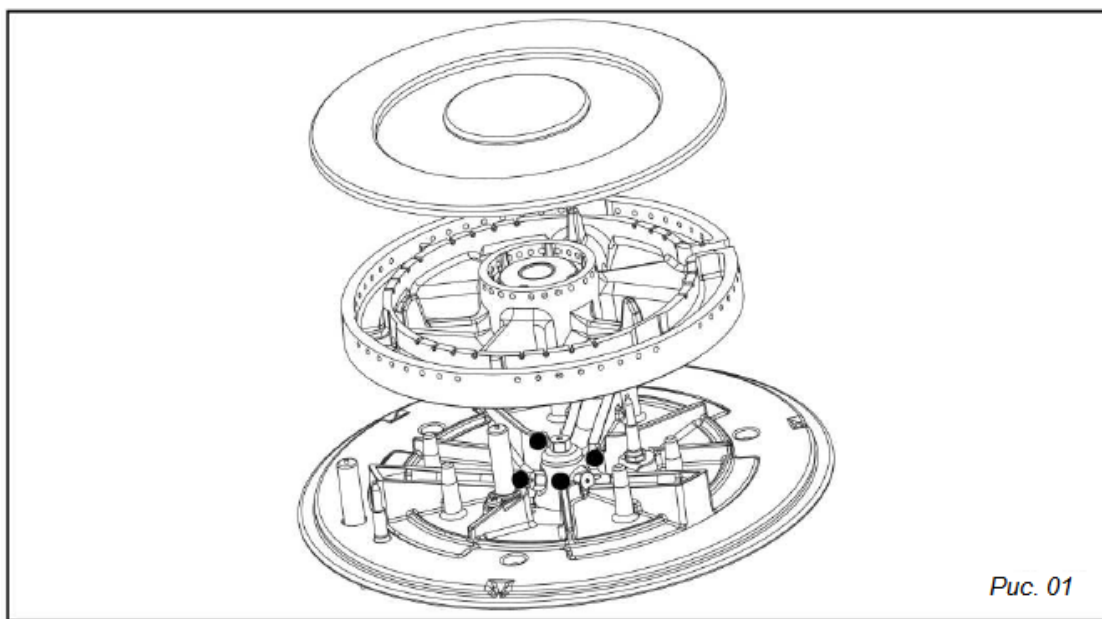

Рис. 01
- **Подключение посредством гибкого металлического шланга** (из нержавеющей стали) с резьбовыми соединителями (соответствующего стандарту NF D 36-125); срок службы такого шланга не ограничен (Рис. 01).
затем при помощи ключа №7 выкрутите 3 инжектора, расположенных вокруг центрального (см. (В)) (Рис. 01).